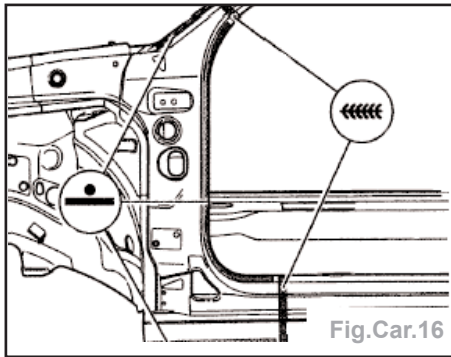

Fig.Car.16
- souder le montant A à la pointeuse électrique (Fig.Car.16),